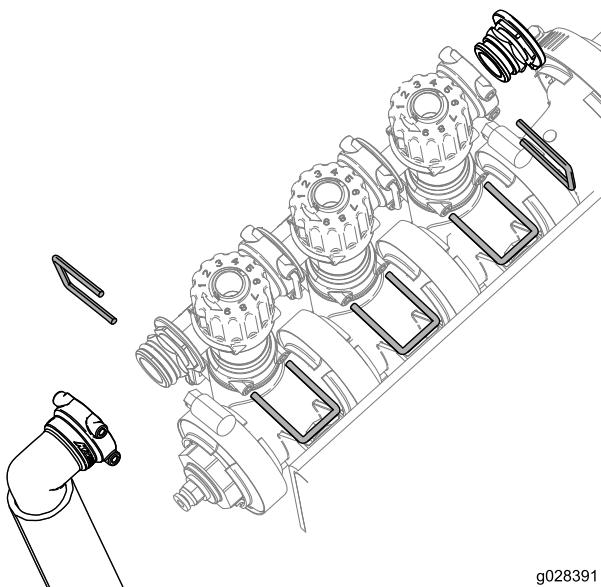

図 14
3. ブームバイパスバルブ・クラスタアセンブリ、エンドキヤップ、フィッティングホースアセンブリを保持しているリテーナを 図 14.